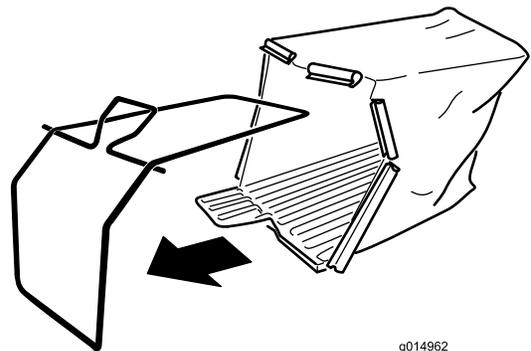

Figura 5
1. Coloque la bolsa sobre el armazón de alambre, según se muestra en Figura 5.